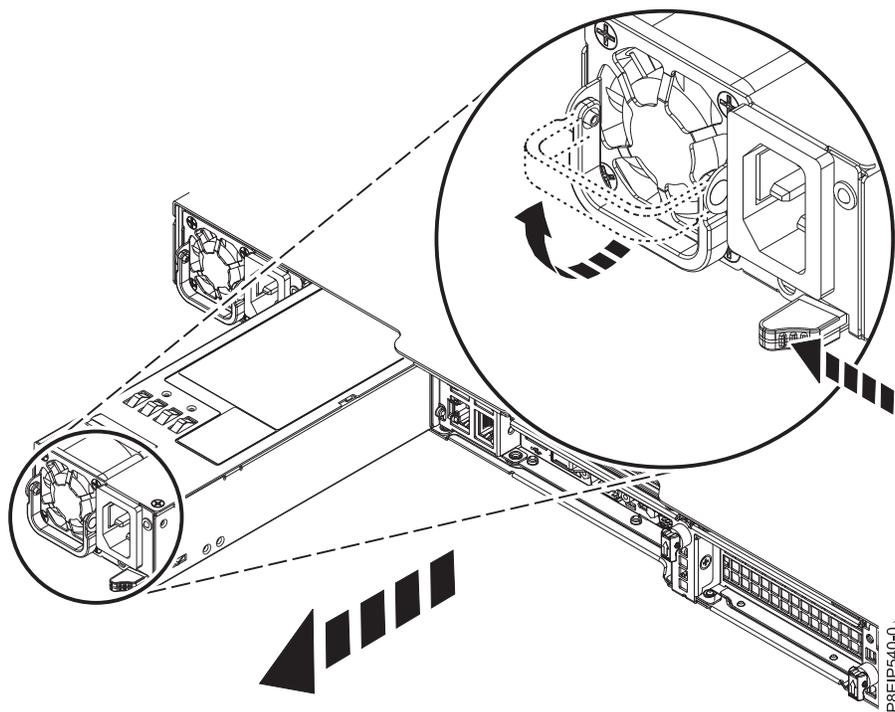

Figure 26. Retrait d'une alimentation du système
- a. Pour retirer l'alimentation de sa position dans le système, poussez le loquet de verrouillage vers la gauche, comme indiqué dans la figure 26.